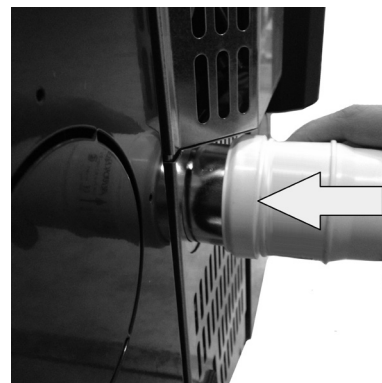

Fig. 14 - Faza 3
- Vstavite ženskega cev 0 6 cm (glej **Fig. 14**).